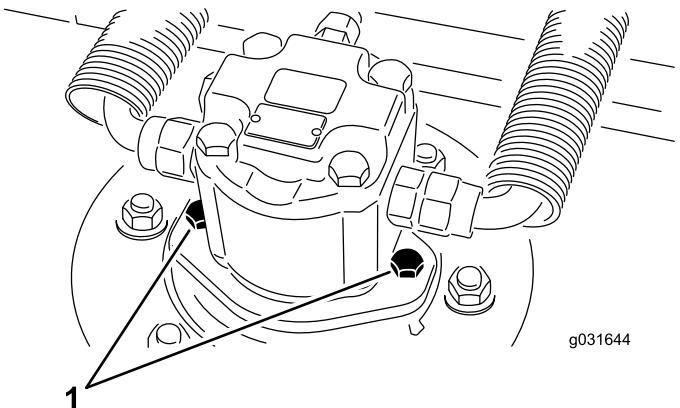

図 68
- 2 油圧モータ取り付けねじを外して、カッティングユニットから油圧モータを外す 図 68。
- 油圧モータ取り付けねじで、カッティングユニットに油圧モータを取り付ける図 68。